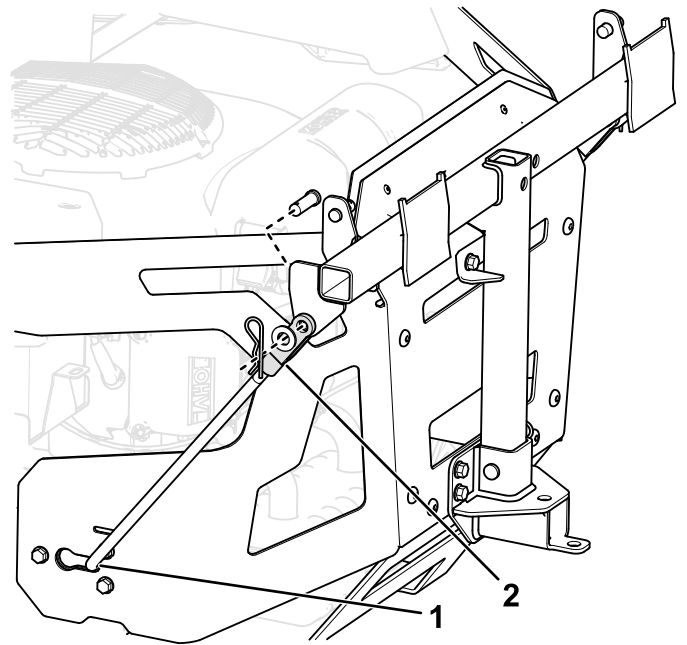

Figura 9
- Installate l'estremità curva e svasata di un'asta nella scanalatura sagomata presente sul lato del telaio della macchina e spostate l'asta indietro per inserirla in posizione nel telaio (Figura 9).
- Fissate le estremità delle aste nel telaio del sistema di raccolta come illustrato nella Figura 9 e fissate l'estremità di ciascuna asta con un perno con testa e una coppia.